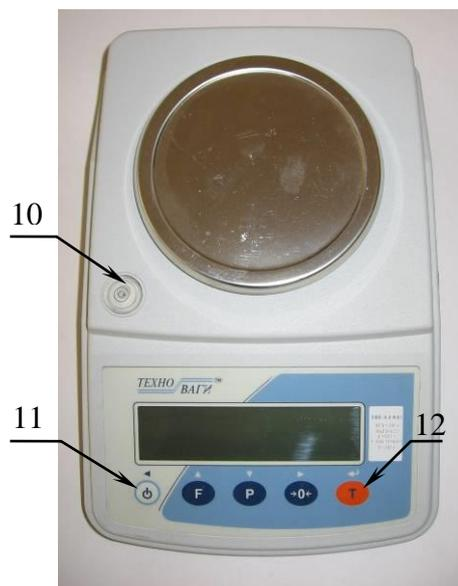

Рис. 2. Весы
- меняться со временем, что будет свидетельствовать о достижении предельного разрежения, которое может создать компрессор, записать показание вакуумметра  $\Delta p$ , которое будет соответствовать разности давлений воздуха в аудитории и в баллоне после откачки. **Закрывать кран (2)** на баллоне, повернув его на угол  $90^\circ$ . Выключить компрессор тумблером (5).
4. Отсоединить баллон (1) от откачивающей системы.
5. Убедиться по уровню (10) (рис. 2), что электронные весы установлены горизонтально. Приподнять баллон (1) с чаши электронных весов и включить их нажатием в течение 5 с на кнопку (11). Аккуратно положить баллон (1) на чашу весов и дождаться установившихся показаний. Произвести тарирование весов нажатием на кнопку (12).
6. Осторожно открыть кран (2) на баллоне (1) повернув его на угол  $90^\circ$ .
9. Вычислить универсальную газовую постоянную  $R$  по формуле (2), учитывая, что молярная масса воздуха  $M = 29,0 \cdot 10^{-3}$  кг/моль. Значение объёма баллона  $V = 0,950 \pm 0,005$  л.